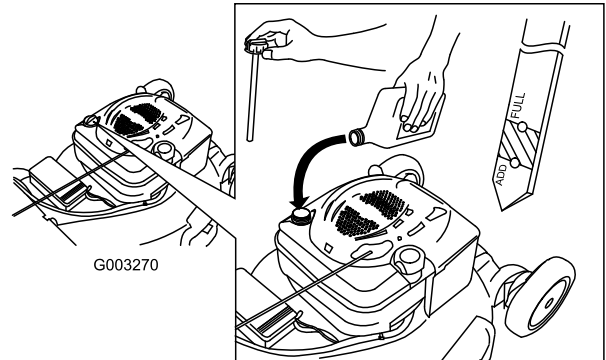

Figura 13
1. Retire la varilla, límpiela, y vuelva a colocarla (Figura 13).
2. Retire la varilla y compruebe el nivel de aceite (Figura 13). Si el nivel de aceite está por debajo de la marca Add de la varilla, vierta **lentamente** aceite en el tubo de llenado hasta que el nivel llegue a la marca Full de la varilla. **No llene demasiado.** (Capacidad máxima: 0,59 l, tipo: SAE 30, aceite detergente con clasificación de servicio API SF, SG, SH, SJ, SL o superior.)